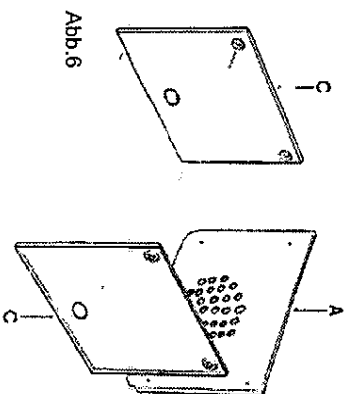

Abb. 6
- 1) Platte (A) mit 4 selbstdrehenden Schrauben befestigen
- 2) Die Platten (C) an die Seitenwände des Backofens lehnen und die vorher entfernten Gitter darauf befestigen.
- 3) Die vorher entfernten Zubehörteile wieder in den Backofen schieben und befestigen (Abb. 6)